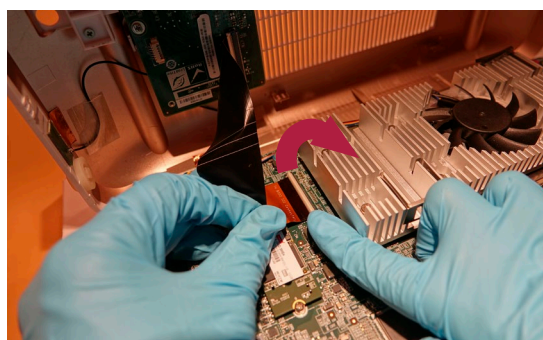

Figure 11 - Débranchement du câble FPC
j) Dégager le câble FPC (Figure 11)